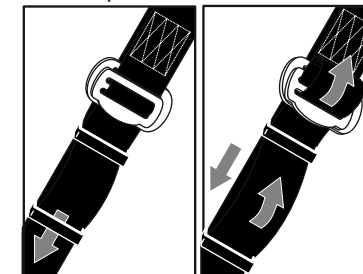

рис. 9
- отрегулируйте длину и натяжение лямок (рис. 9). Натяжение должно быть таким, чтобы между ляжкой и пользователем можно было просунуть руку.